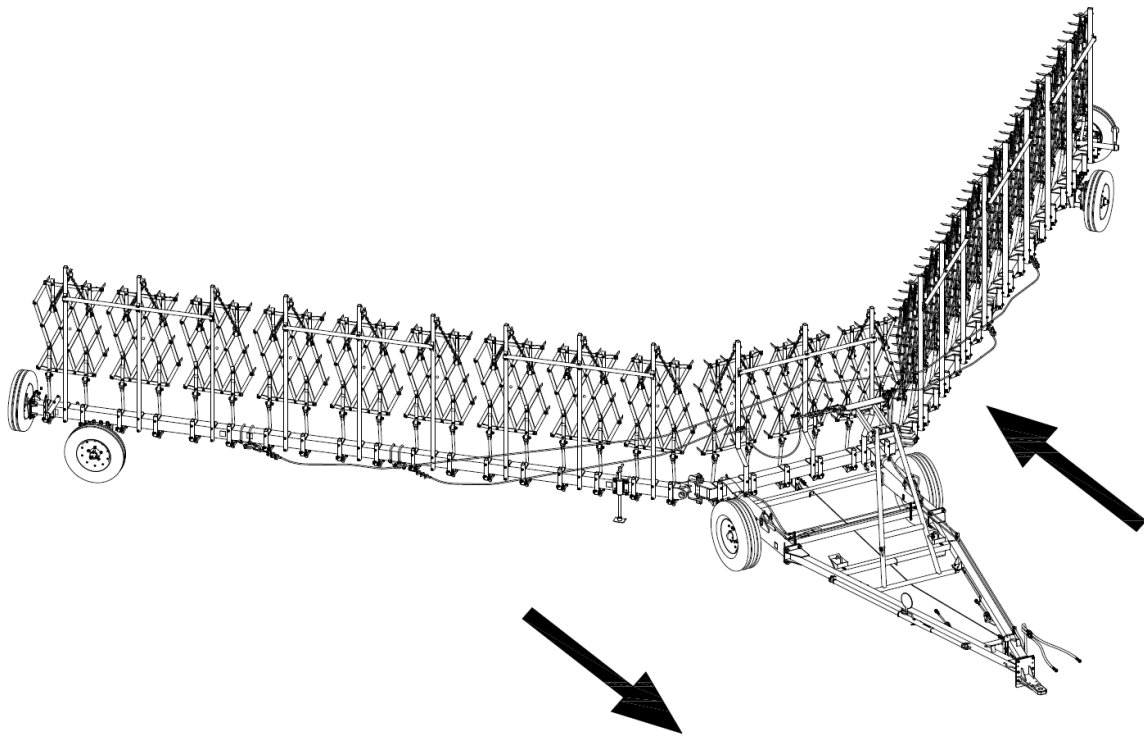

Рис.16 Маневр для перевода бороны в транспортное (рабочее) положение.
7.4.3 Движением трактора вперед (рис.16) перевести боковые балки вместе с боронами в транспортное положение (параллельно ходу трактора).